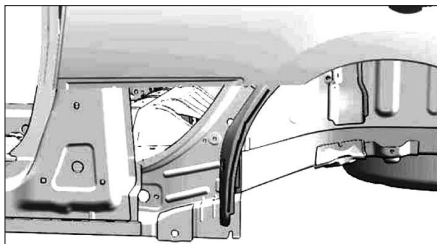

FIG. 28
- Avant de poser le nouveau bas de caisse, appliquer un cordon de colle structurale (Fig.28).